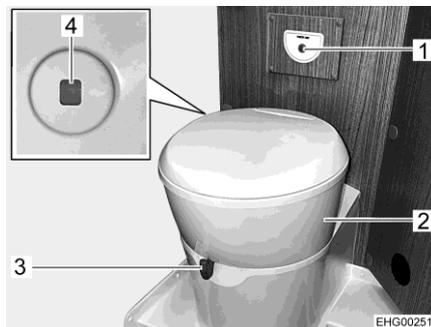

Fig. 106 Toilette
La tazza del WC può essere orientata nella posizione desiderata. A tale scopo, prendere con entrambe le mani la parte superiore (Fig. 106,2) della toilette e ruotare.
La centralina di controllo con il pulsante dello sciacquone (Fig. 106,1) è posizionata vicino alla tazza del WC.
- Prima di tirare l'acqua, aprire il cursore della toilette. A tal fine girare la leva del cursore (Fig. 106,3) in senso antiorario.
- Per sciacquare premere il pulsante blu (Fig. 106,1).
Il colore dell'indicatore di livello (Fig. 106,4) passa da verde a rosso quando è necessario svuotare il serbatoio fecale.